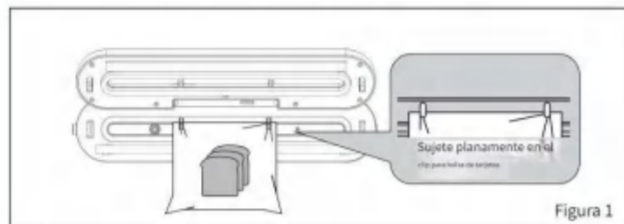

Figura 1
3. Coloque el extremo abierto de la bolsa en la cámara de vacío de la máquina y péguelo suavemente en el clip de la bolsa para evitar que la bolsa de granos se resbale. (Figura 1)